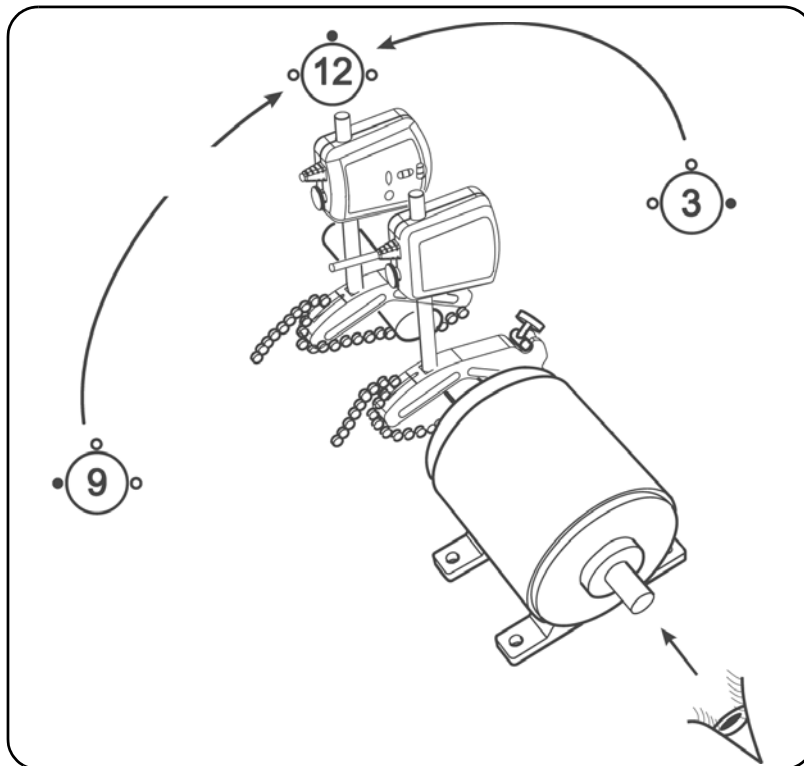

Fig. 10. La position 12 heures
- a) Mettez les deux appareils de mesure en position 12 heures en vous servant des niveaux à bulle (fig. 10).